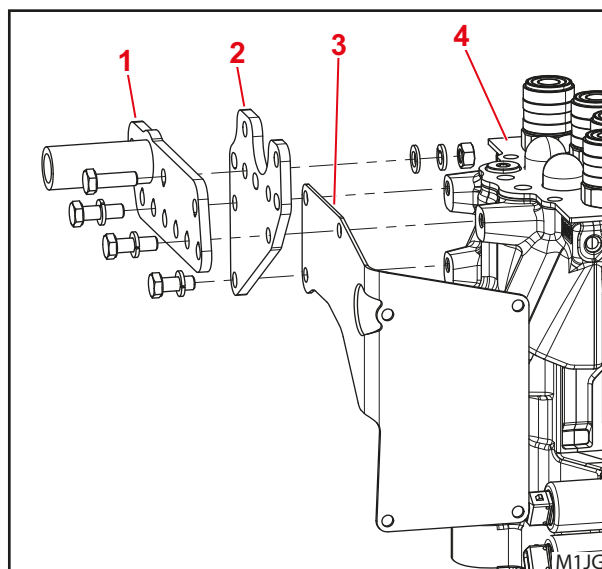

Fig. 4 Autres moyens de fixation
- Le distributeur proportionnel peut également être fixé au support de l'élément de montage droit avec un décalage vers le haut (voir Fig. 4).